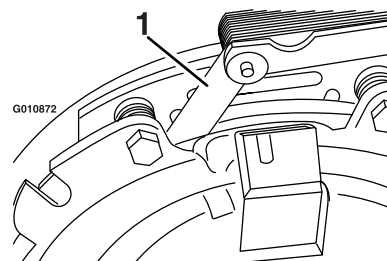
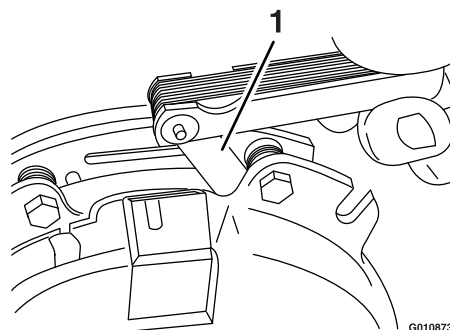

Figura 66
Figura 67
- E. Utilizando um apalpa-folgas com 0,25 mm de espessura, verifique se existe uma folga entre o disco e a armadura em ambos os lados do pólo do travão, como se mostra na Figura 66 e na Figura 67.